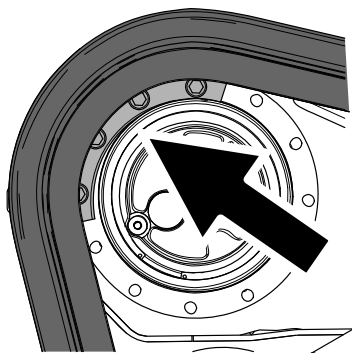

Figure 73
4. Poussez la commande de déplacement en avant jusqu'à ce que le segment du pignon d'entraînement s'engage sur la chenille (Figure 73).
9. Appliquez du frein-filet sur les boulons du segment de l'autre segment du pignon d'entraînement que vous avez déposé et posez le segment (Figure 73). Serrez les boulons à un couple de 247 à 301 N·m (182 à 222 pi-lb).